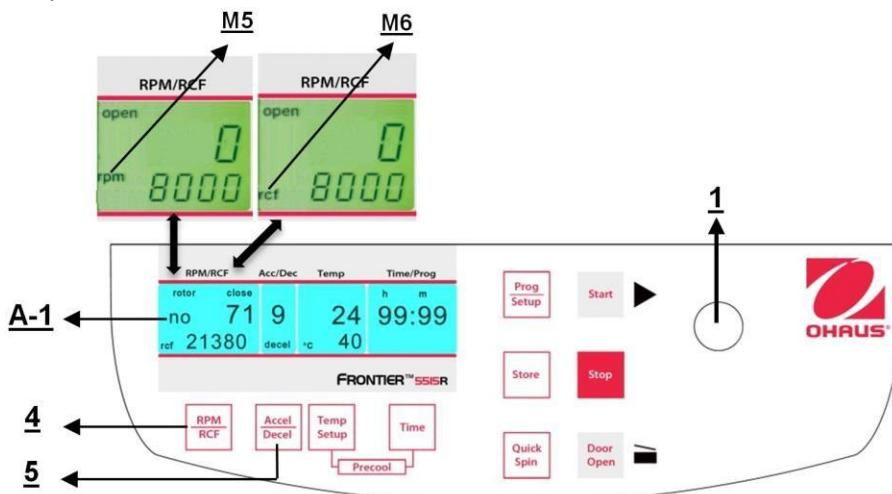

Figura 16
Esta preselección se activa con el botón "RPM | RCF" (4) (consulte la Figura 16 a continuación). Al presionar el botón una vez, destella la palabra "rpm" (M5). Al presionar el botón dos veces, se puede seleccionar la preselección de las fuerzas centrífugas. Entonces aparece la palabra "rcf" (M6). Puede establecer los valores que deseé con la perilla de ajuste (1). En la pantalla (A-1) aparece permanentemente el valor regulado, antes, durante y después de la operación.